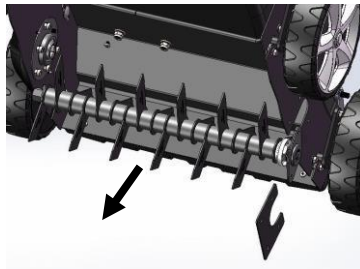

Fig. 11B
- Ta bort de fyra skruvarna. (Fig. 11B)